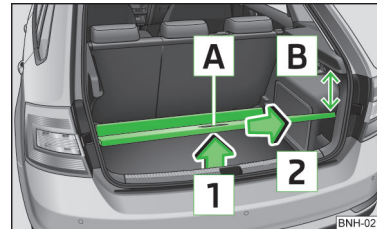

Abb. 72 Variablen Ladeboden herausnehmen
- Den variablen Ladeboden am Griff **A** » Abb. 72 fassen.
- Beim Herausnehmen bzw. Einsetzen des variablen Ladebodens ist der Maximalabstand von 15 cm **[B]** » Abb. 72 unterhalb der Gepäckraumabdeckung einzuhalten - es besteht die Beschädigungsgefahr der Gepäckraumklappendichtung.